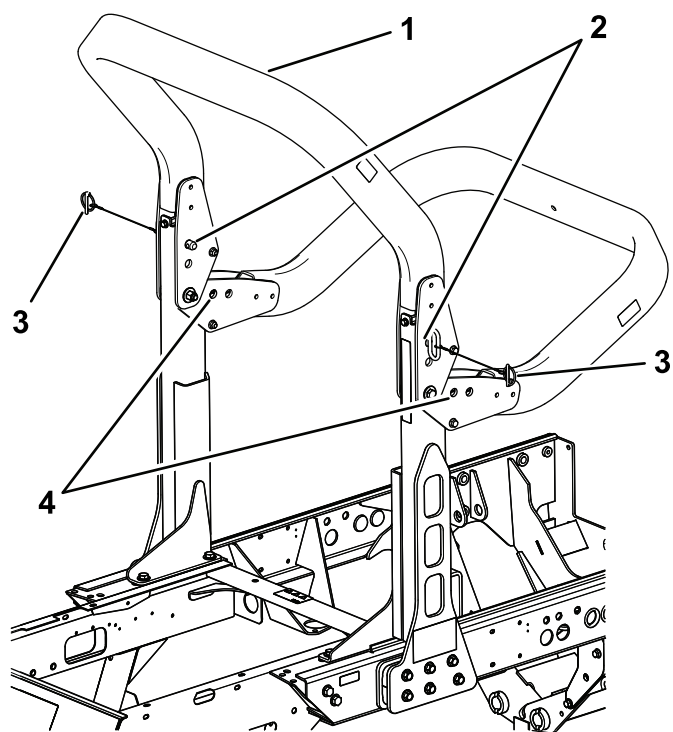

Figura 42
2. Suporte o peso da estrutura superior enquanto remove os pinos de encaixe e os passadores de forquilha articulados (Figura 42).